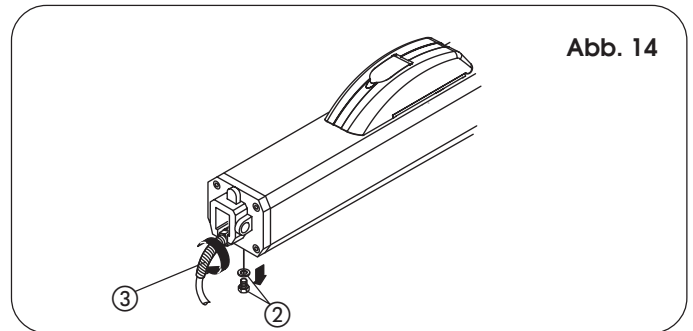

Abb. 14
- A) Die beiden schwingungsdämpfenden Distanzstücke ② auf den vorderen Flansch einsetzen.
- B) Das Schutzgehäuse einführen und hierzu kräftig in die hintere Abdeckung ① eindrücken.
- C) Das Schutzgehäuse mit der selbstschneidenden Schraube ③ befestigen.
- D) Die vordere Abdeckung ⑤ auf das Schutzgehäuse aufsetzen und es mit dem FIX Verschluss ④ befestigen.
- 13) Den Biegeschutz für Stromkabel montieren (Bez. ③, Abb. 14).
- Die Abdeckung anheben (Abb. 14).
- Die Schraube abschrauben (Abb. 14, Bez. ③), mit der der Griff befestigt ist, und den Griff herausziehen (Abb. 14, Bez. ④).
- Die Schubkraft mit Hilfe der entsprechenden Schrauben am Antrieb einstellen (Bypass) (Abb. 14, Bez. ⑤ und ⑥).
- Nach der Einstellung den Griff wieder positionieren (Abb. 14, Bez. ④) und dafür die Schraube wieder anschrauben (Abb. 14, Bez. ③).
- Die Entlüftungsschraube entfernen (Abb. 14, Bez. ②).